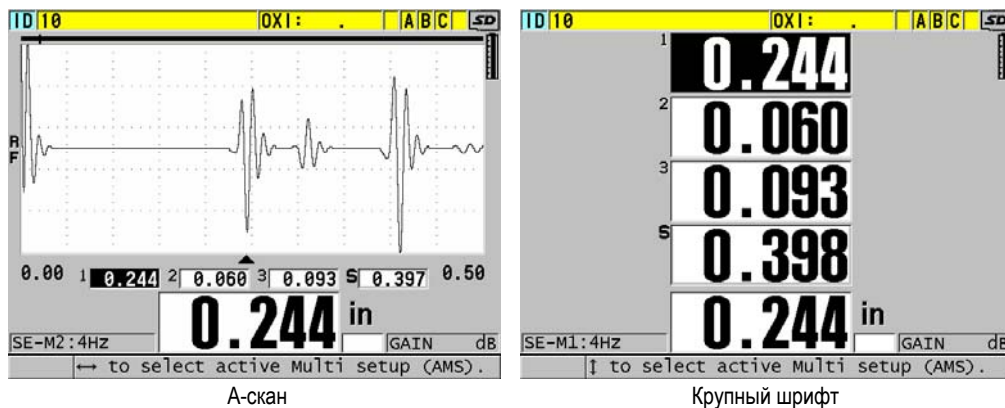

Рис. 7-8 Варианты отображения показаний толщины (трех отдельных слоев и общей толщины) в режиме мульти-измерения
- d) Выберите **РЕЖИМ ОТОБРАЖЕНИЯ** (см. Рис. 7-8 на стр. 104):
- c) Установите **РЕЖИМ ОТОБРАЖЕНИЯ** на **А-СКАН** или **КРУПНЫЙ ШРИФТ** (см. Рис. 7-8 на стр. 104).